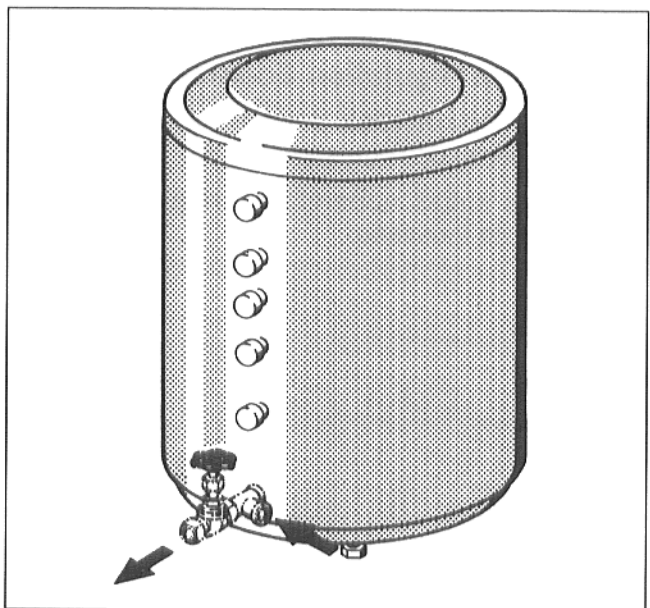

Fig. 11
- Fermer l'arrivée d'eau froide, ouvrir la vidange (EL) du préparateur. Pour purger l'air, ouvrir un robinet situé à un point plus élevé (fig. 11).